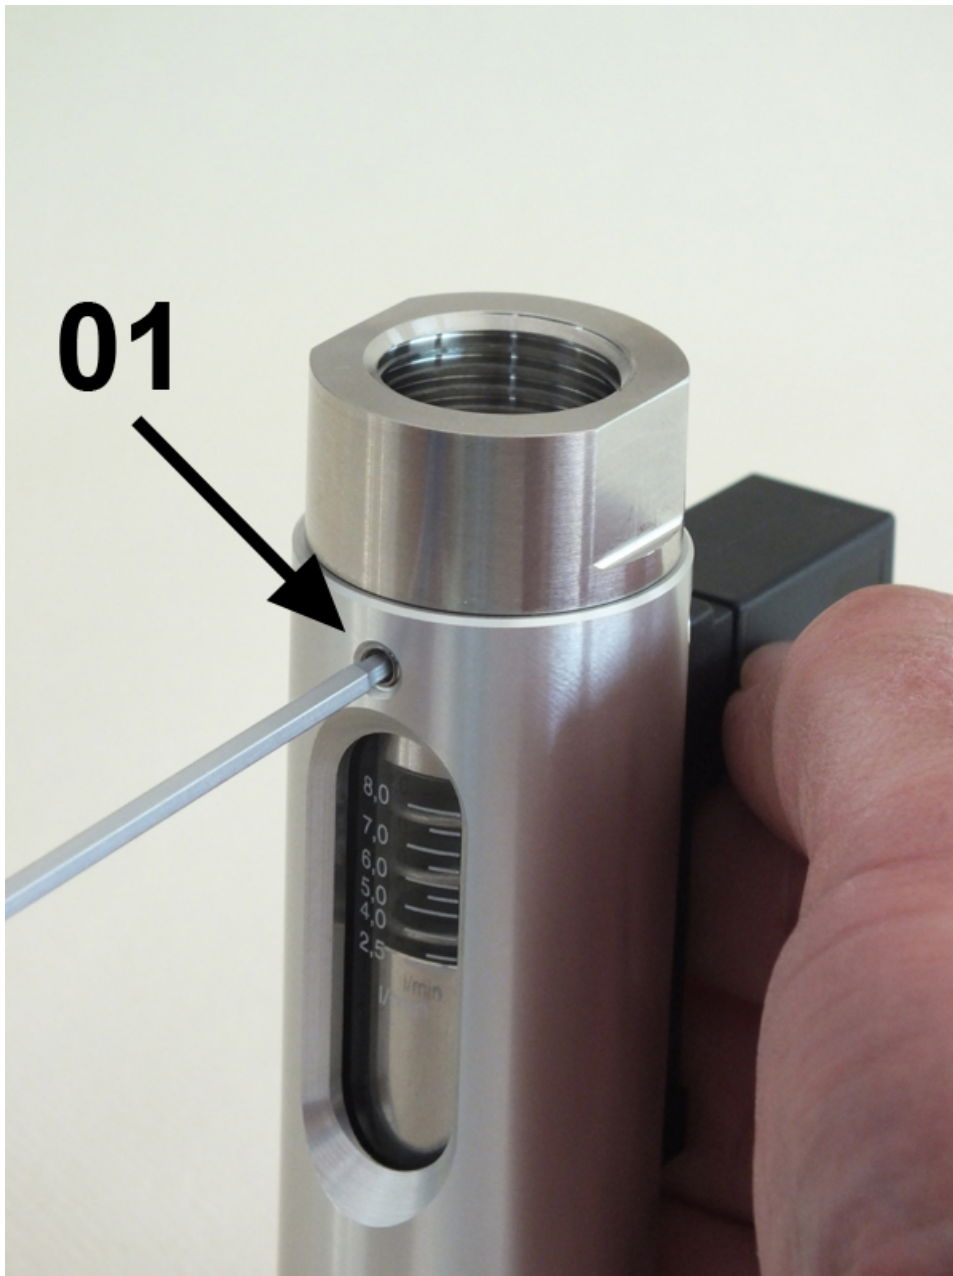

Abb. 51: Gewindestifte/Innensechskant anziehen
- 14.** 3 Gewindestifte/Innensechskant (Abb. 51/01) anziehen, dabei Schrauben-Anziehdrehmoment beachten (→ Kapitel 11.1 „Anziehdrehmomente“ auf Seite 85)